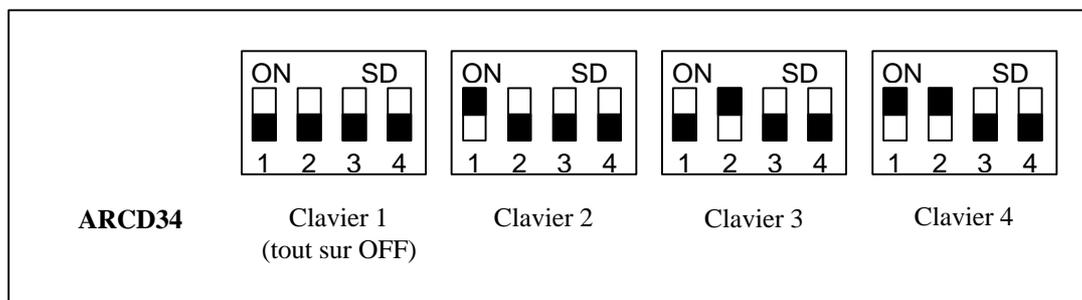

Figure 1. Réglage des dipswitches sur les claviers
- Remarque 1: Dans le cas de plusieurs détecteurs, placer toutes les alimentations en parallèle et câbler les zones comme décrit figure 1 ou 2. En cas d'un seul détecteur le relais RC213 est inutilisable. les